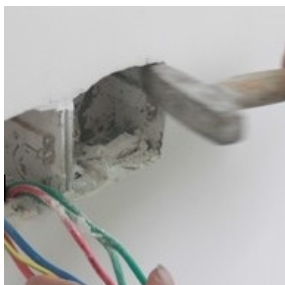

图6-8 底盒清理
- 1) 首先对底盒进行清理，将灰尘杂质清理干净，如图6-8所示。